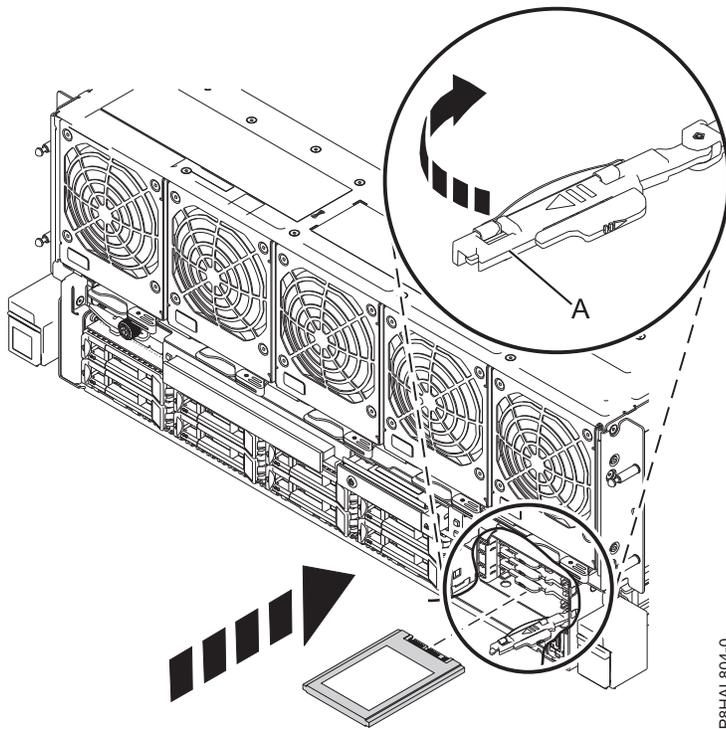

Figure 25. Remise en place d'une unité SSD dans un système à 8408-44E ou 8408-E8E
16. Verrouillez l'unité en faisant tourner la poignée de la baie (A) dans la direction indiquée. figure 25.